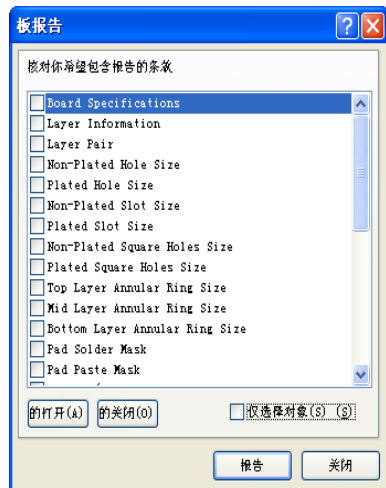

图 10-32 “板报告”对话框
Step6 单击“网络”选项卡中的“报告”按钮，系统将弹出如图 10-32 所示的“板报告”对话框。如果单击“所有的打开”按钮，则选中所有选项；如果单击“所有的关闭”按钮，则不选中任何选项；如果勾选“仅选择对象”复选框，则产生选中对象的电路板信息报表。